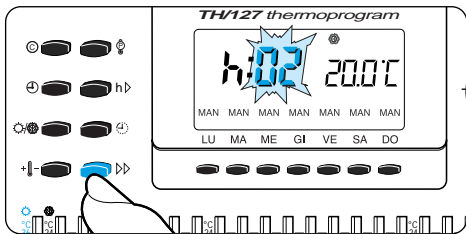

Fig. 26
9.3 - Premere il pulsante  (fig. 26) sino a che non si raggiunga il numero di ore desiderato da 1 a 99.